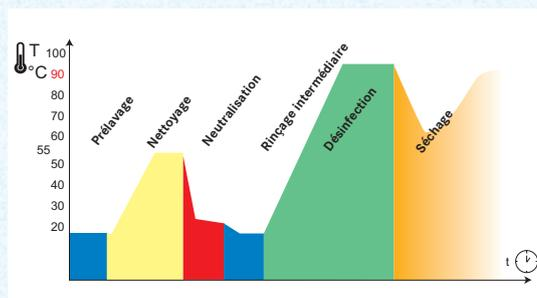

Fig. 1 Diagramme de la séquence du programme Vario TD.
* Si le laveur-désinfecteur Miele n'est pas disponible, respecter les paramètres de la séquence du programme Vario TD (voir fig. 1)
4. Démarrer le programme Vario TD (pour la séquence du programme, voir **figure 1**) incluant la désinfection thermique.